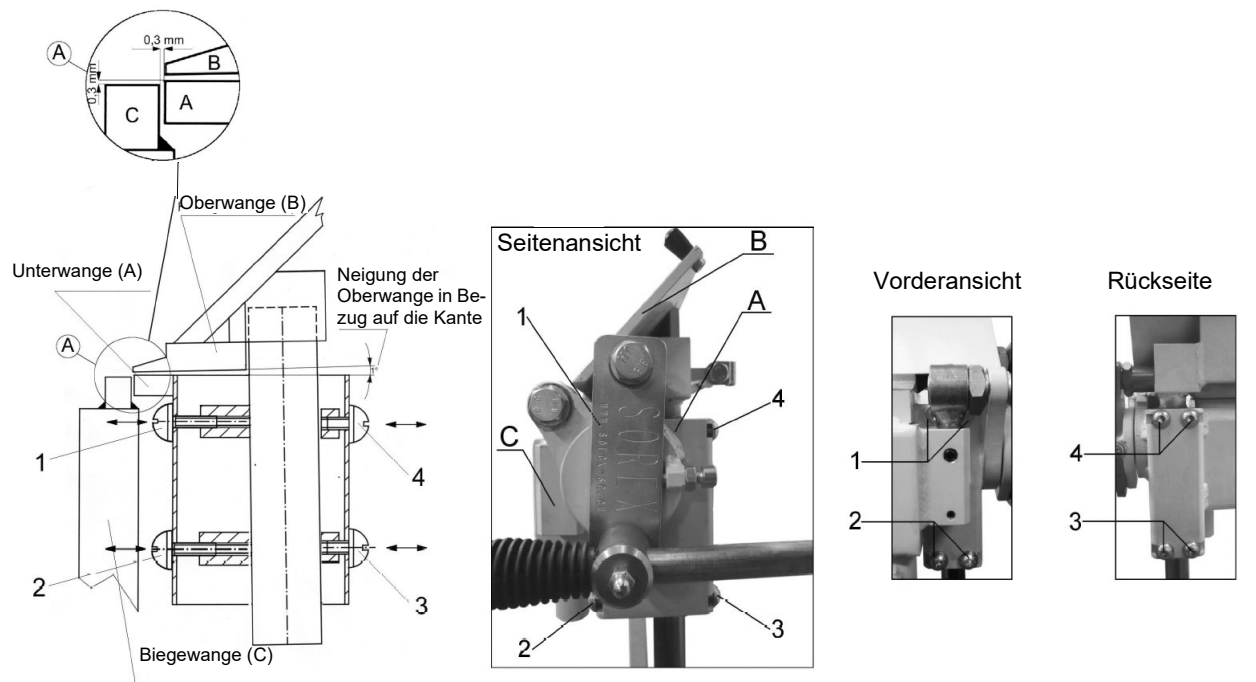

Abb. 7-3: Einstellung der Position und Neigung der Oberwange
7.3 Einstellung der Unterwange (A)
Schritt 1: Die Kontermutter (Pos. 1, Abb. 7-3) lösen.
Schritt 2: Beim Drehen der Spannschrauben (Pos. 2, Abb. 7-3).
Schritt 3: Nach allen Einstellungen die Kontermutter (Pos. 1, Abb. 7-3) anziehen.
Schritt 2: Die Spannschrauben (Pos. 4, Abb. 7-3) auf der rechten Seite drehen, die Wange wird auf der rechten Seite geneigt.
Die Spannschrauben (Pos. 4, Abb. 7-3) auf der linken Seite drehen, die Wange wird auf der linken Seite geneigt.